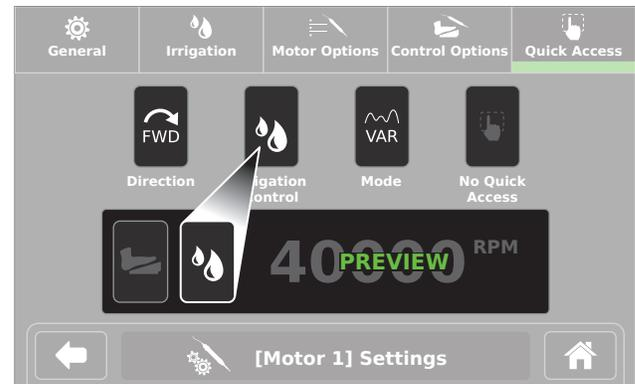

Figure 27 – Écran Accès rapide
- La zone APERÇU donne un aperçu de la zone d'accès rapide sur l'écran d'accueil (Figure 27).
3. Appuyer sur l'option applicable (Direction, Commande irrigation, Mode ou Pas d'accès rapide) voulue comme définition du bouton d'accès rapide (Figure 27).
REMARQUE : Dans la Figure 27, l'option Irrigation Control a été appuyée et est indiquée dans la zone APERÇU.